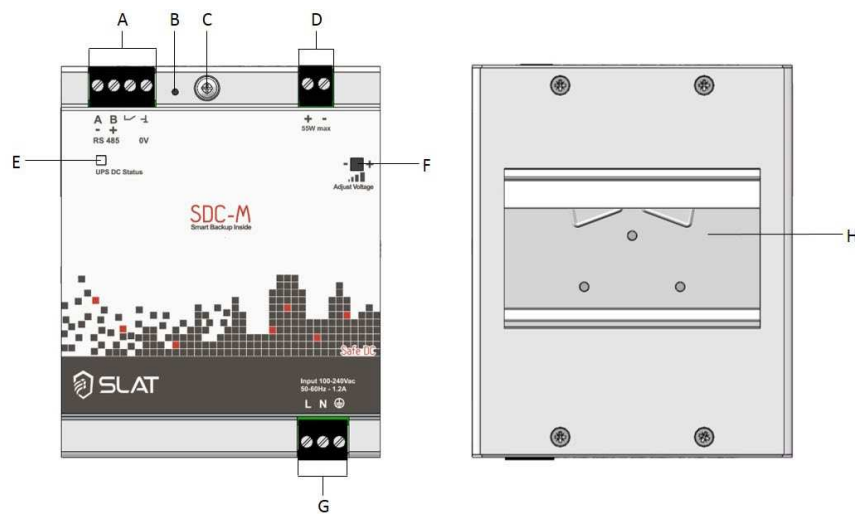

Abb. 4.2: Produktansicht
- Bei längerer Lagerung oder Netztrennung den Knopf zur Abschaltung der Sicherheitsfunktion drücken. (siehe Abb. 4.2 in Kapitel 4.4: Drucktaster für Backup-Trennung)